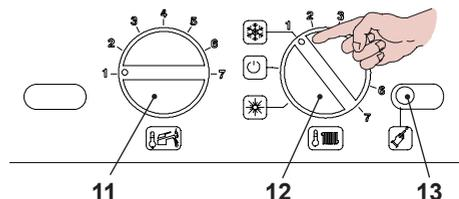

Рис. 5.47
- Прежде чем включить электропитание котла, установите регуляторы 11 и 12, как показано на Рис. 5.47.
- Чтобы настроить время пост-циркуляции насоса, войдите в режим программирования, нажав и удерживая в течение 15 секунд кнопку перезапуска **13**, см. Рис. 5.47, пока на ЖК-дисплее не появится параметр **P01**; на ЖК-дисплее последовательно отобразятся следующие символы (параметр **P01** будет загораться поочередно с ---).
Нажмите кнопку перезапуска, см. **13** на Рис. 5.47, и пролистайте параметры до
Чтобы изменить настройку, поверните регулятор температуры контура горячего водоснабжения, см. **11** на Рис. 5.47 и установите его на выбранное время, см. Рис. 5.51.